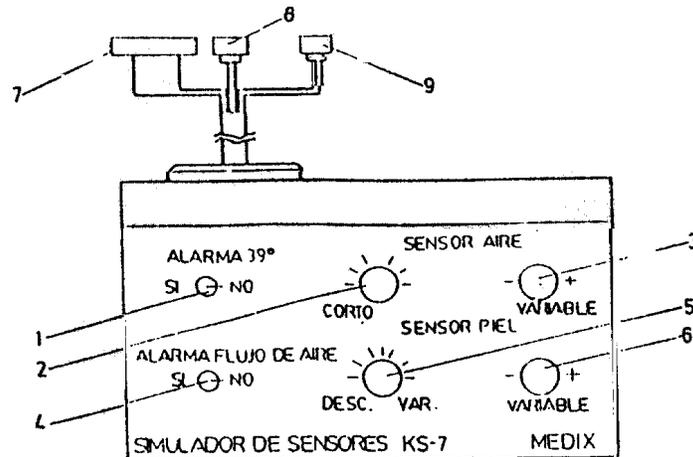

Fig. 5: Simulador de Sensores KS-7
8. Colocar el calefactor paralelo a la cuna y fijar su posición ajustando la perilla. Verificar que el calefactor se desplaza con giro lateral envolvente posicionándose para esta acción según indica la Fig. 5: Desplazamiento calefactor.
Para lograr un desplazamiento controlado del módulo calefactor tomar el mismo según se indica en la Fig. 5: Desplazamiento calefactor, con la mano derecha desajustar el tornillo manual y con la izquierda guiar el desplazamiento hasta la posición deseada. Ajustar el tornillo manual antes de soltar ambas manos